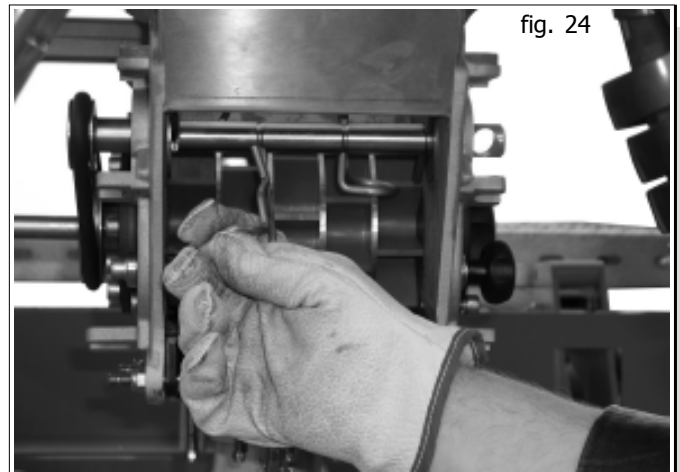

fig. 24
- Per l'estrazione della spilla curvata, è sufficiente tirarla a se per staccarla dall'asse agitatore (Fig. 24).